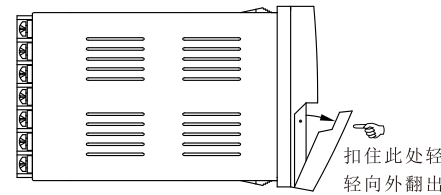

图1
- 1、用大拇指和食指扣住盖板左右两侧的凹形部分, 按图1所示向外翻出。